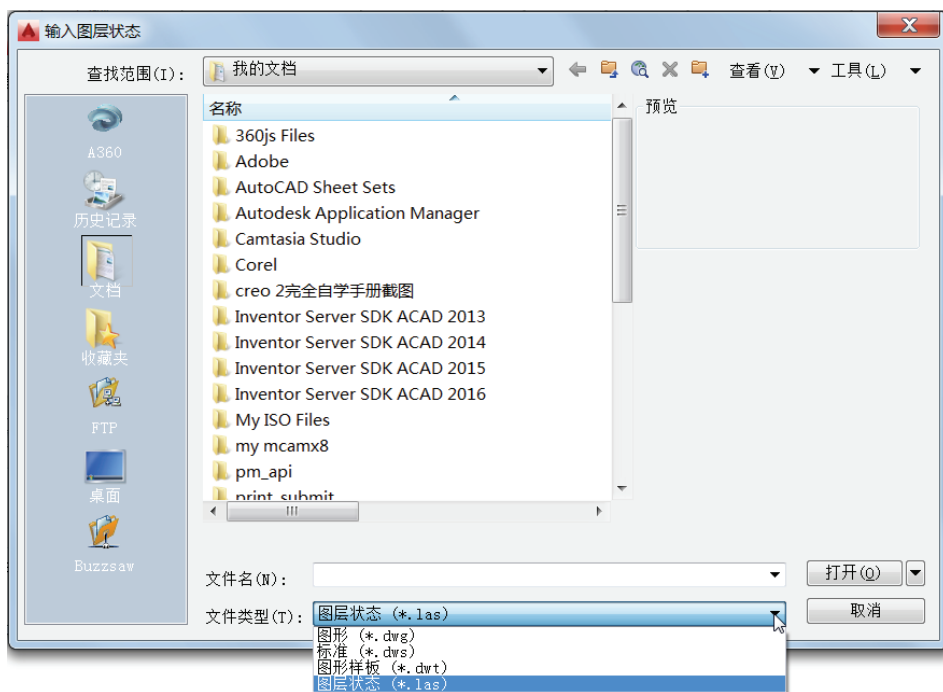

图 6-30 “输入图层状态”对话框
(8) “输入”按钮：单击该按钮，打开图 6-30 所示的“输入图层状态”对话框，从中选择可以将先前输出的图层状态（LAS）文件加载到当前图形，也可以输入 DWG、DWS 或 DWT 文件中的图层状态。输入图层状态文件可能导致创建其他图层。